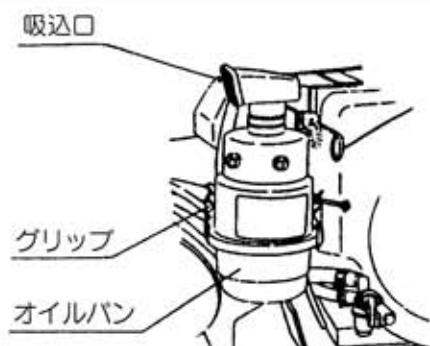

図34
① グリップを外し、オイルパンおよびエレメントを取外してください。(図34)
④ エアクリーナの吸込口をホコリの少ない方向(ハンドル側)に向けてください。(図34)